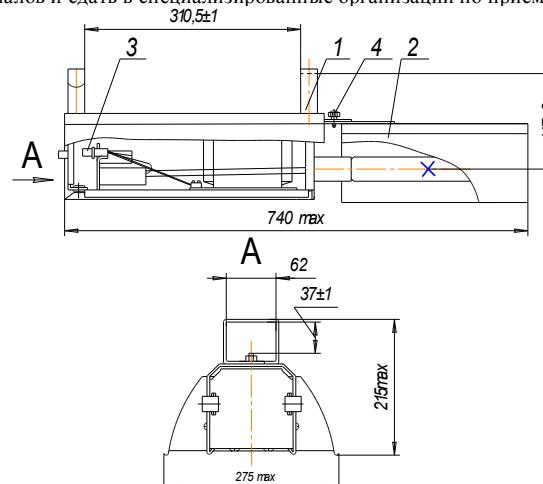

Рис.1
1.1 Светильник ЖСП30Рш-400-015У5 (рис.1) предназначен для досветки растений и светокультур в вегетационно-климатических сооружениях.